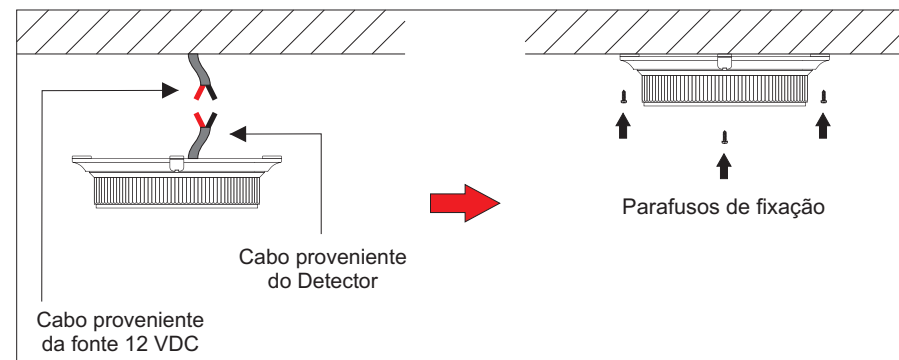

Figura 5
- Fixe a base da Unidade Acionadora na superfície escolhida através de 4 parafusos (Figura 5).